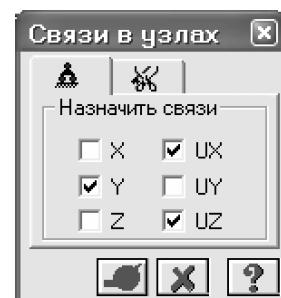

Рис.6.9. Диалоговое окно
- В диалоговом окне **Связи в узлах** (рис.6.9), с помощью установки флажков, укажите направления, по которым запрещены перемещения узлов: **Y, UX и UZ** (эти направления соответствуют связям симметрии на плоскости отсечения).